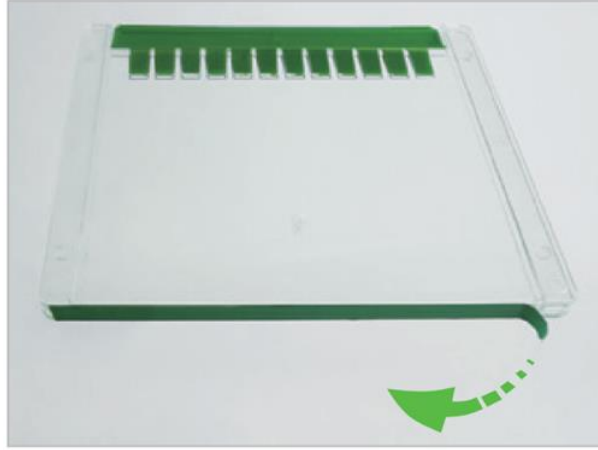

图 1. 撕下胶板底部胶带
2. 将 ExpressPlus™ 预制胶从包装袋中取出，撕掉胶板底部的胶带（见图 1）。